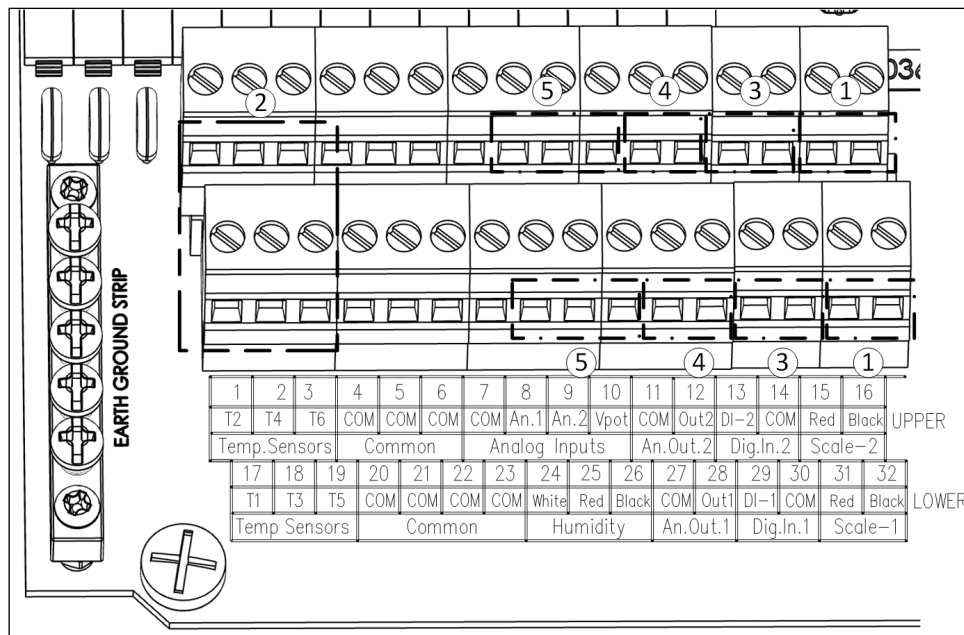

Figura 9: Funções dos terminais
- Figura 9: Funções dos terminais, página 98